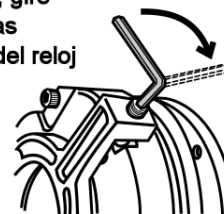

FIG. A5
1. Libere el freno (**Fig A5**) girando a favor de las manecillas del reloj el tornillo de liberación.
Si el equipo requiere ajuste de la cinta sierra, tendrá que liberar la polea. Use la llave tipo allen de 5/32" (incluida) y gire 360° el tornillo de liberación (**Ver Fig. A5**) a favor de las manecillas del reloj. Complete el servicio y gire al lado contrario el tornillo para volver a bloquear la polea (no es necesario quitar el freno para esta operación).